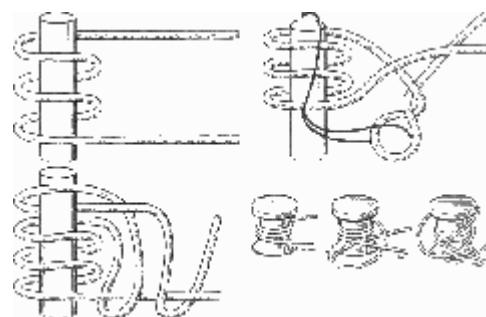

Рис. 19. Портовый узел
**Портовый узел** (рис. 19). Задержать швартовный синтетический конец на парном кнхте – дело нехитрое. А как быть, если вместо парного кнхта в вашем распоряжении одинарный кнхт (или битенг), а на конце швартова нет огона? Для этой цели в морской практике есть несколько оригинальных узлов. Объясним принцип одного из них, который можно отнести к числу незатягивающихся узлов.